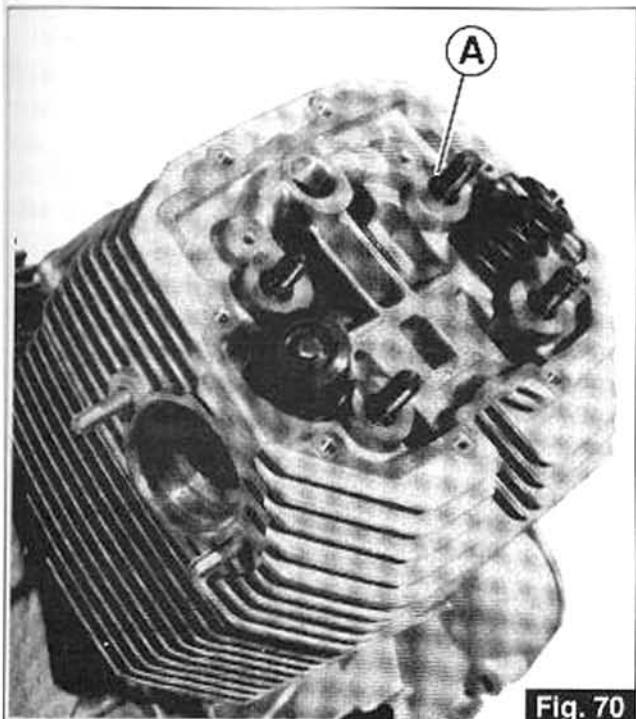

Fig. 70
- Avant de remonter l'élément de soutien des culbuteurs, emboîtez les 4 O-rings «A» sur les goujons (Fig. 70).
- Vor einer Wiedermontage des Haltegerüsts der Kipphebel, die 4 OR-Ringe «A» in ihren Sitz auf den Stiftschrauben (Abb. 70) ausrichten.